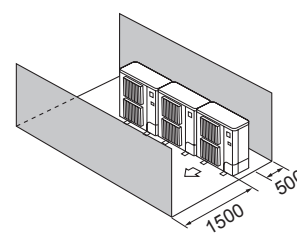

Fig. 2-15
- ④ Kun forhindringer foran og bagved (Fig. 2-15)